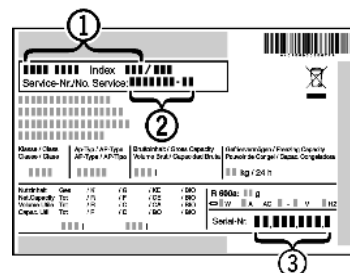

Fig. 14
- Označení přístroje *Fig. 14 (1)*, servisní číslo *Fig. 14 (2)* a sériové číslo *Fig. 14 (3)* naleznete na typovém štítku. Identifikační typový štítek je umístěn na levé vnitřní stěně přístroje.
- Informujte zákaznický servis a sdělte poruchu, označení přístroje *Fig. 14 (1)*, servisní číslo *Fig. 14 (2)* a sériové číslo *Fig. 14 (3)*.